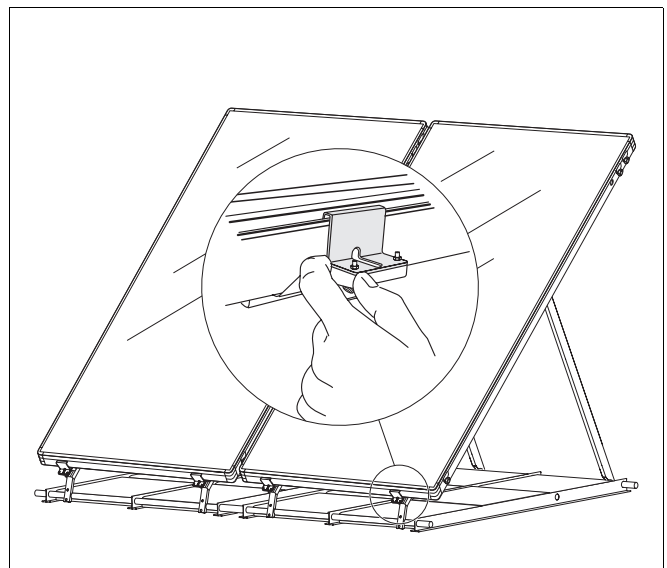
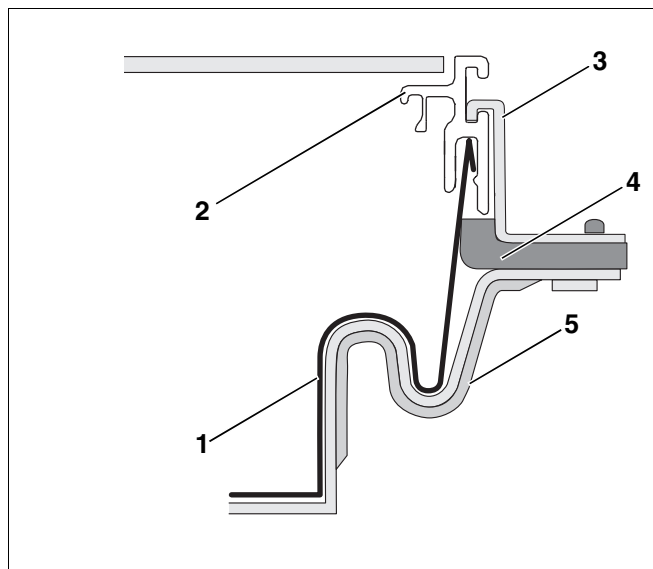

Abb. 46 Kollektoren fixieren
Abb. 47 Schema eingehängte Kollektorklammer
- Kippen Sie die Distanzböcke leicht nach vorne und legen Sie die Kollektorklammern in die Nut der Kollektorrahmen (Abb. 46 und Abb. 47).